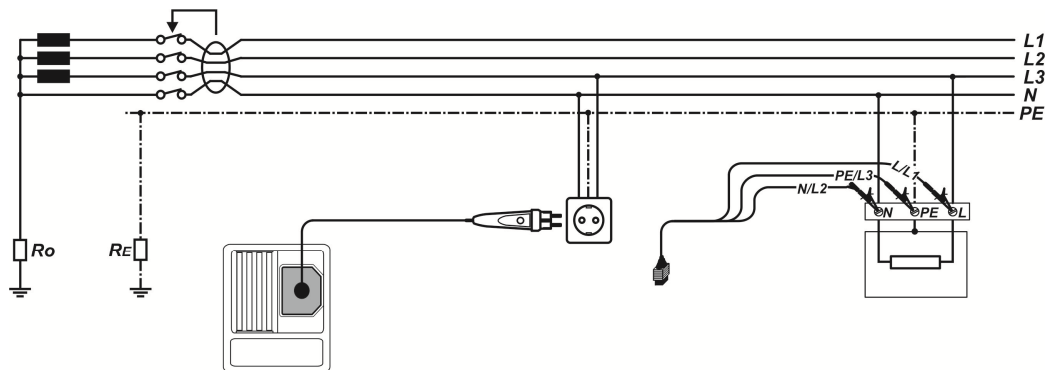

Abbildung 5.17: Anschluss des optionalen Commander-Prüfsteckers (044149) und der 3-Leiter-Prüfleitung
- ❑ Kontaktieren Sie die Prüfleitungen an das Prüfobjekt (siehe Abbildung 5.17).
- ☐ Kontaktieren Sie die Prüfleitungen an das Prüfobjekt (siehe Abbildung 5.17).